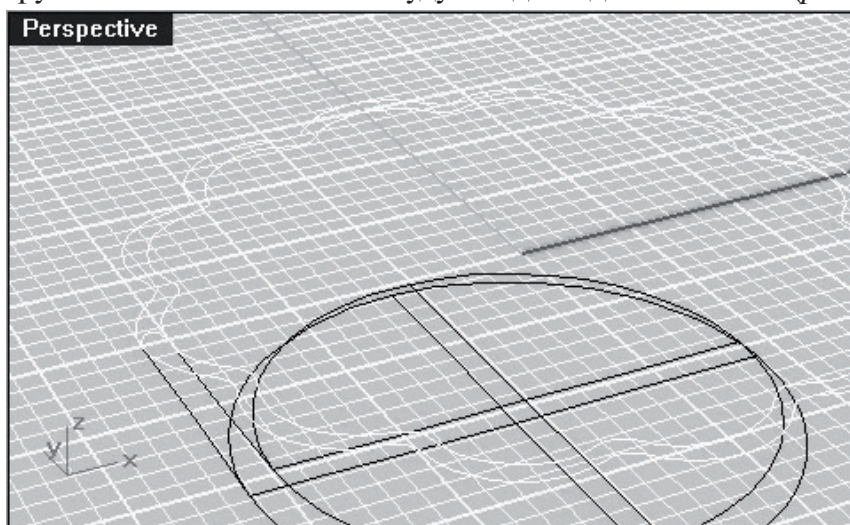

Рис. 63. Получившиеся плоскости дна
9. На основе нарисованных линий создаем поверхности. Используя команду *From Planar Curves* из меню *Surface*, делаем плоскости для дна нашей формы. Выбрав команду *From Planar Curves*, указываем поочередно две окружности и нажмем *Enter*. Будут созданы две плоскости (рис. 63).